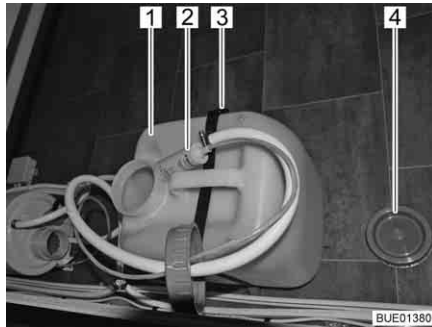

Bild 179 Wassertank 16 l
Bei Transport den Wassertank mit dem Verschlussdeckel (Bild 179,4) verschließen.
- Wasserpumpe (Bild 179,2) aus dem Wassertank (Bild 179,1) ziehen.
- Haltegurt (Bild 179,3) lösen.